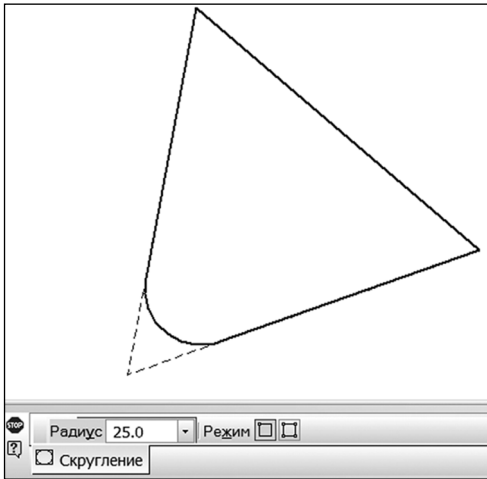
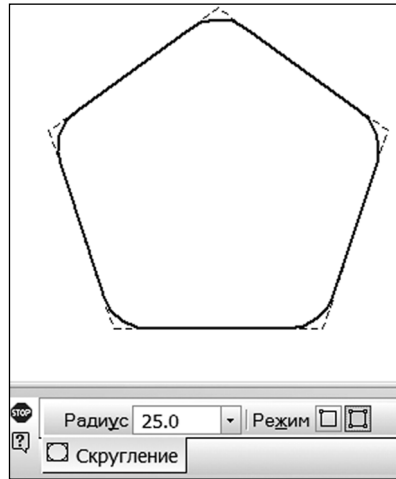

Рис. 10.70. Команда «Скругление на углах объекта для отдельных углов»
Рис. 10.70.1. Команда «Скругление на углах объекта для всех углов»
- Кнопка **Скругление на углах объекта**  предназначена для построения скругления в непрерывном объекте (многоугольнике, ломаной линии и контуре) между отдельными парами смежных прямых отрезков или смежных кривых (рис. 10.70), а также между всеми парами смежных прямых отрезков или смежных кривых (рис. 10.70.1). Для этого сначала следует задать параметры скругления на панели параметров, а затем указать в графическом окне две смежных кривых или прямых линии.